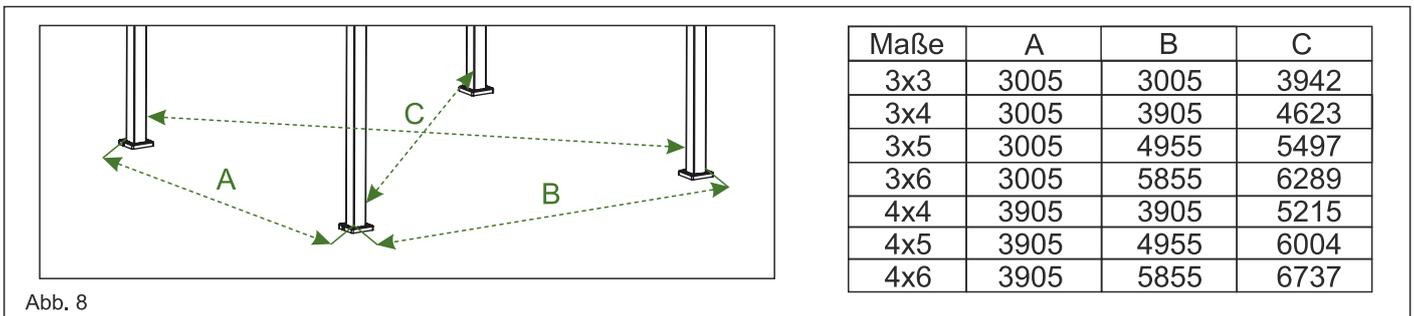

Abb. 8
4.4. Messen Sie den Abstand von dem Pfostenaußenrand bis Pfostenaußenrand (diagonal zwischen den Pfosten) und halten Sie diesen ein. Danach befestigen Sie die beiden anderen Pfosten an Ihren Fundamenten. Siehe Abb. 8.